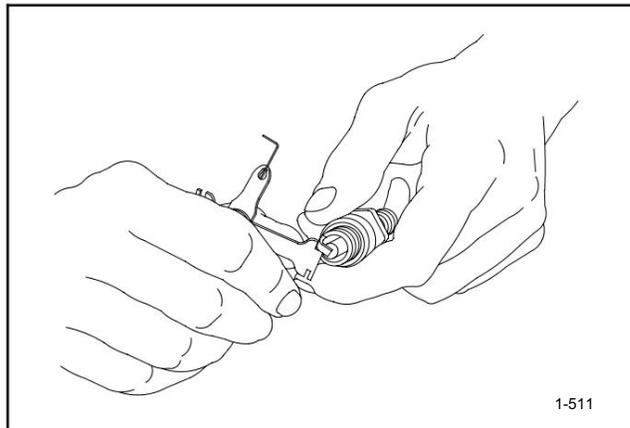

Figura 4-9 Ajuste de la separación de las bujías
10. Utilice una herramienta de separación para doblar suavemente el electrodo lateral, acercándolo o alejándolo del electrodo central, para ajustar la separación correcta. Consulte la Figura 4-9. Coloque el electrodo lateral directamente sobre el electrodo central.